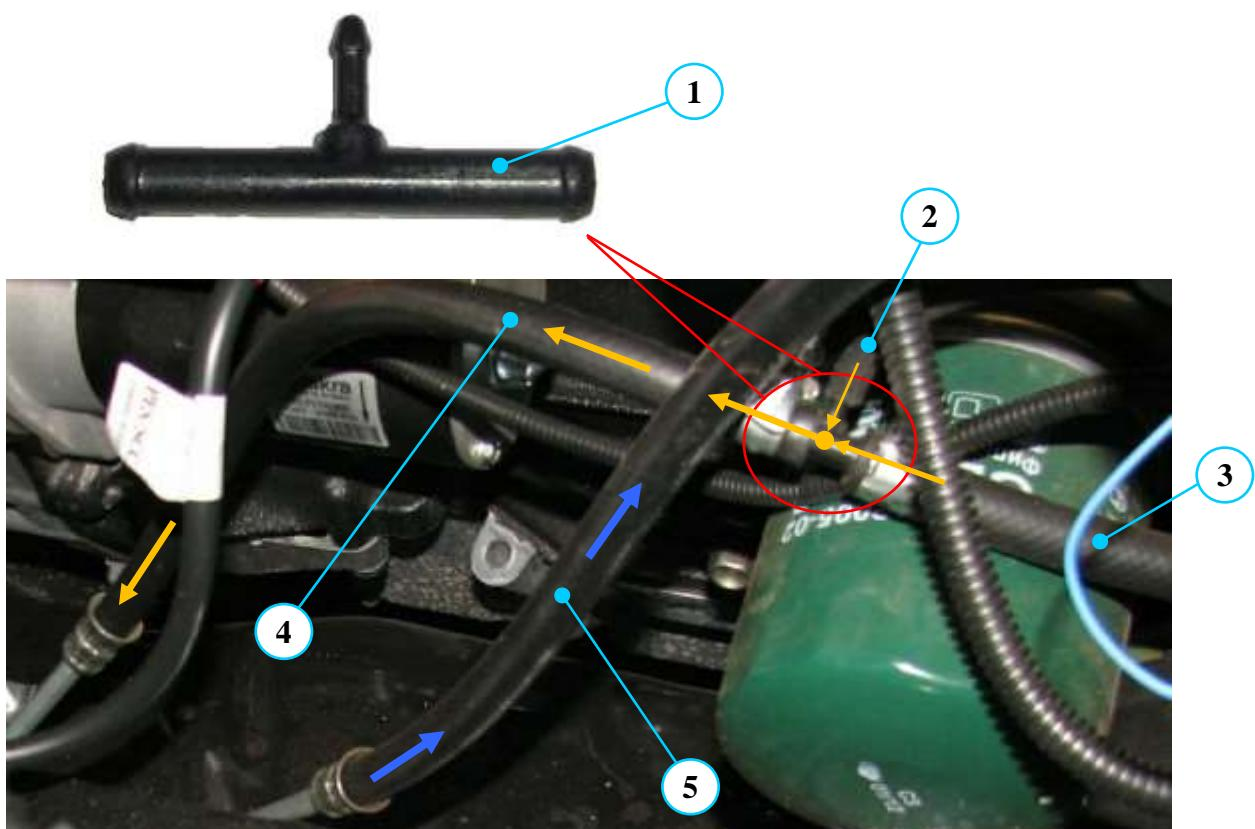

Рис. 65. Внешний вид и место установки тройника для слива отсечного топлива из ТНВД и топливных форсунок в топливный бак:
**Тройник** (рис. 65) служит для объединения потоков отсечного топлива из ТНВД и топливных форсунок и направления их в топливный бак. Тройник изготовлен из Армамида ПА СВ 30-2Т.